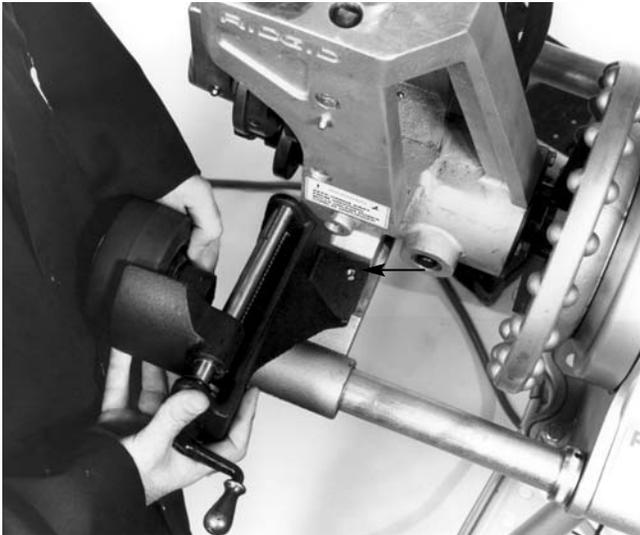

Figure 22 – Alignement des trous de fixation du support sur ceux de l'embase
1. Alignez le support de montage sur l'embase de la rainureuse à galets de manière à ce que les trous de fixation du support s'alignent avec ceux de l'embase (Figure 22).